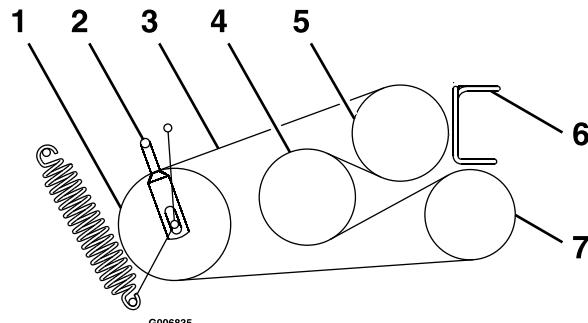

Figura 51
- Afloje las guías de la correa A y B (Figura 51).
- Enrute las correas nuevas alrededor de las poleas, según se muestra en Figura 51.